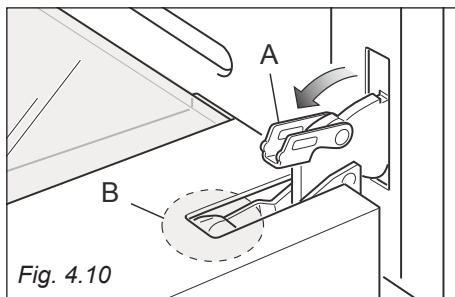
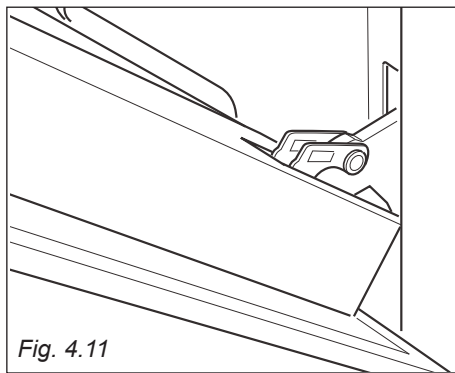

Fig. 4.10
Fig. 4.11
- Aprire completamente la leva "A" delle cerniere destra e sinistra (fig. 4.10).
- Socchiudere dolcemente la porta (fig. 4.11) fino a quando le leve "A" delle cerniere destra e sinistra si agganciano alla parte "B" della porta (fig. 4.10).